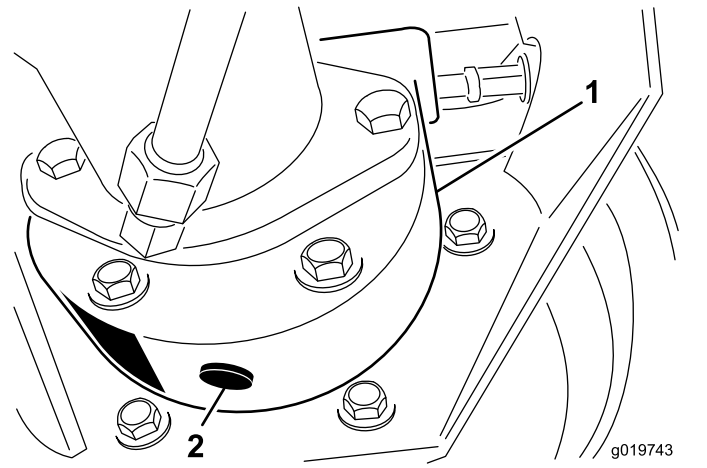

Figure 87
- Placez un bac de vidange sous le carter de frein et enlevez le bouchon pour permettre à l'huile de s'écouler (**Figure 87**).